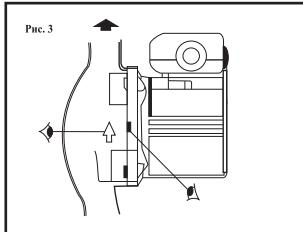

Рис. 3
- Стрелка на торце мотора указывает направление потока (рис. 3).